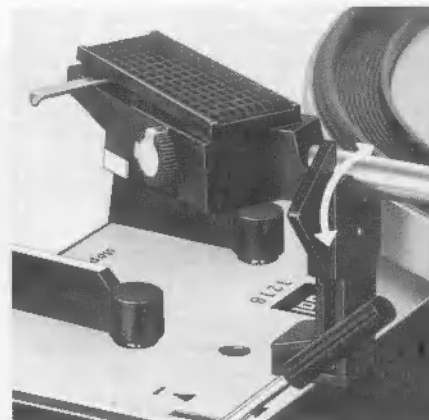

Fig. 10
Dann wählen Sie die erforderliche Plattenteller-Drehzahl ②, stellen die Drehtaste ⑦ auf den Schallplattendurchmesser (17, 25 oder 30 cm, bzw. 7, 10 oder 12") ein und entriegeln den Tonarm (Fig. 10).
Bemerkung: Nach dem Spielen der Schallplatte oder der letzten Platte eines Stapels erfolgt die Rückführung des Tonarmes und das Abschalten automatisch. Das Gerät schaltet sich aus. Es empfiehlt sich, nach Beendigung des Spieles den Tonarm zu verriegeln (Fig. 10).